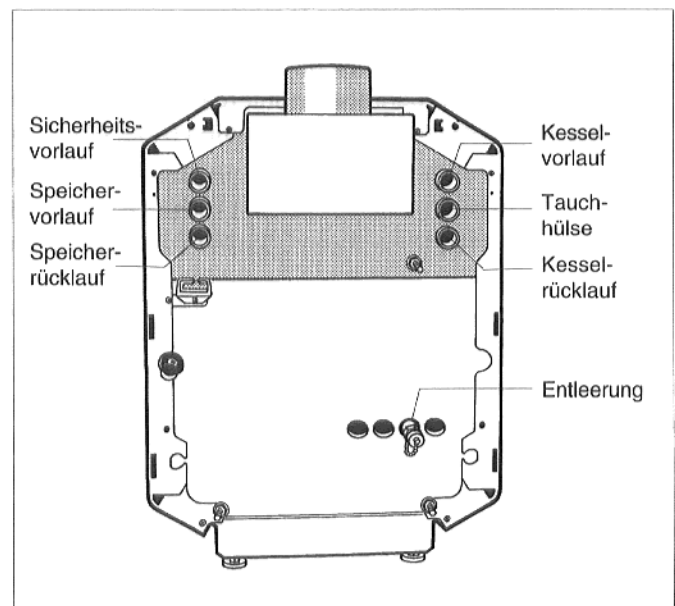

Abb. 6: Anschlüsse nach Versetzen der Tauchhülse und des Anschlußrohrs für den Speichervorlauf
2. Die Anschlüsse können auch nach Abb. 6 vorgenommen werden. Dazu muß die Tauchhülse mit Hilfe des mitgelieferten Steckschlüssels SW 27 herausgeschraubt und auf der linken Kesselseite eingeschraubt werden (Abb. 6). Außerdem muß das Anschlußrohr für den Speichervorlauf auf die rechte Seite versetzt werden. Alle Anschlüsse müssen dann nach Abb. 6 vorgenommen werden!